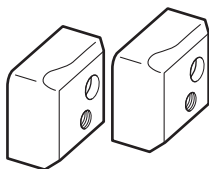
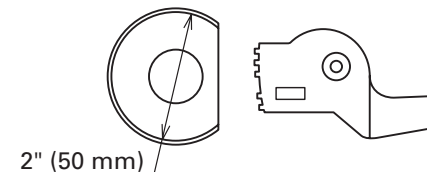

Fig. 25
Fig. 26
- (1) Couteau (Fig. 25)(No. de code 319706)      (2) Ensemble de rouleau central (D 50)(Fig. 26)(No. de code 321446)